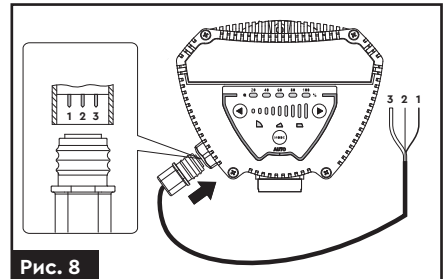

Рис. 8
2. Підключіть кабель Mini Superseal до насоса (рис. 8).